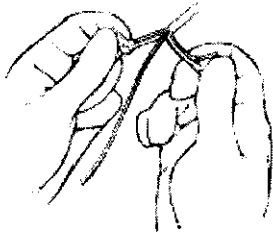

Figura 7. Pelado de la funda
**10.** Cuando el electrodo alcance la aurícula derecha, desprenda la funda del electrodo, utilizando los extremos de la funda como mangos y tirando de ellos hasta que la funda se separe longitudinalmente y se rompa en el extremo distal (ver Figura 7).